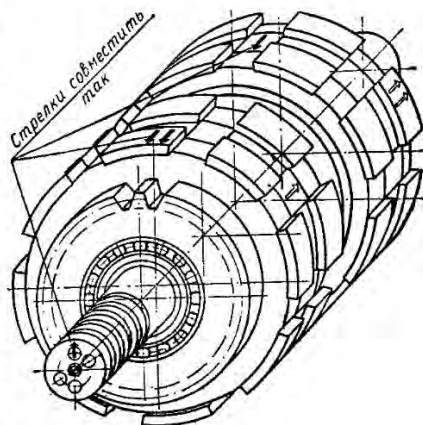

Рис. 90. Установка гидроподжимных муфт.
9. Проводя сборку вторичных валов и муфт, надо правильно совмещать маслопроводы для соответствующих передач, проследив, чтобы одна стрелка, набитая на задней муфте, и две стрелки, набитые на передней муфте, были направлены по ходу трактора и располагались вверху, а риска на переднем торце вала была обращена вверх (рис. 90).